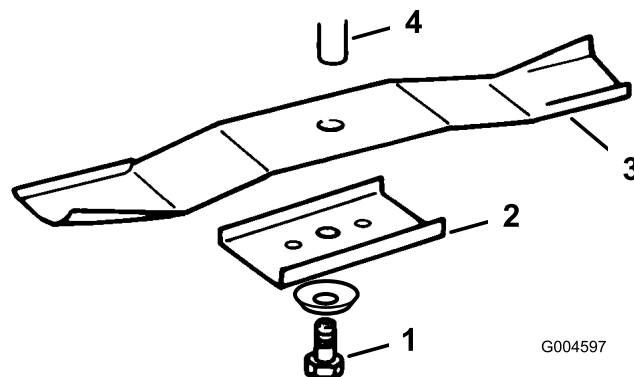

Figura 33
3. Retire el perno (llave de 5/8 pulg), la arandela curva, el retén y la cuchilla (Figura 33). Se puede insertar un bloque de madera entre la cuchilla y el cortacésped para bloquear la cuchilla mientras se retira el perno.
1. Instale la cuchilla, el retén, la arandela curva (con la copa hacia la cuchilla) y el perno de la cuchilla (Figura 33).